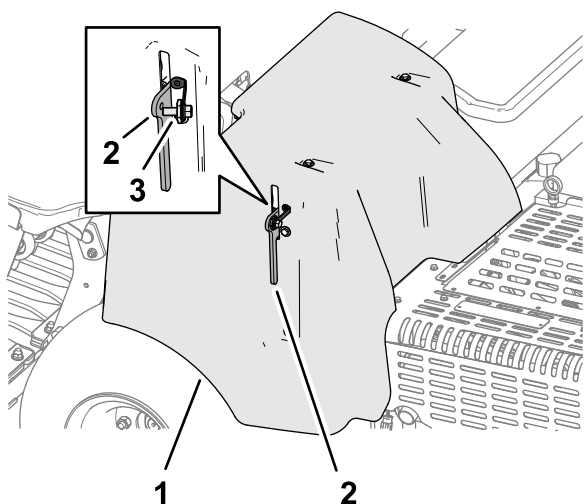

Figura 147
4. Dacă mâna dumneavoastră dispune de nurlul de blocare CE al capului curelei, introduceți urubul de nurl în orificiul din zăvorul capului și strângeți urubul (Figura 147).